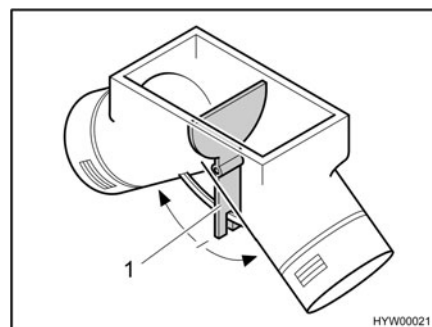

Fig. 119 Ventilateur à air pulsé, vanne de réglage en position intermédiaire
En position intermédiaire, l'air chaud se répartit uniformément sur les deux sorties à air chaud. Le levier de commande (Fig. 119,1) pour la vanne de réglage est installé sous le portillon de la penderie.
- Pousser le levier de commande (Fig. 119,1) dans le sens de la flèche jusqu'à obtention de la position désirée.